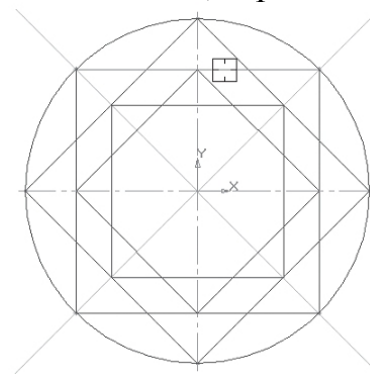

Рис. 4.8.
- вкажіть редагований ділянку (мішень миші знаходиться між відповідними точками на лінії, яку необхідно видалити) – рис. 4.8;